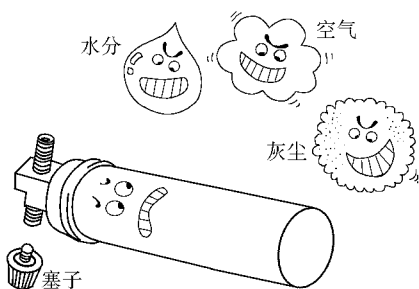

图 19-19 对新的冷凝器或受液器要正确放置
1) 在更换前，应慢慢地排出制冷剂，并应立即对被拆开的零件加上塞子，以防止水分和灰尘进入系统。对新的冷凝器或受液器不要在拨除塞子的状态下进行放置，如图 19-19 所示。